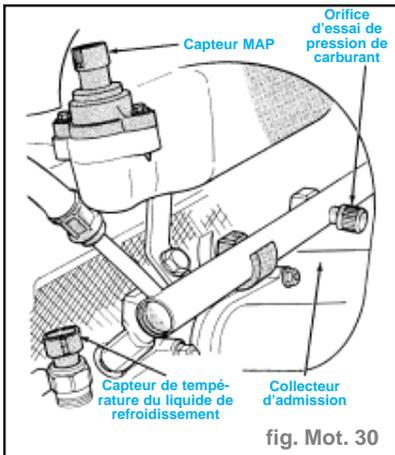

fig. Mot. 30
- Vérifier la pression du circuit à l'orifice d'essai de la rampe à carburant. (fig. Mot. 30)
- Déposer le bouchon protecteur de l'orifice d'essai de pression du carburant sur la rampe à carburant. (fig. Mot. 30)